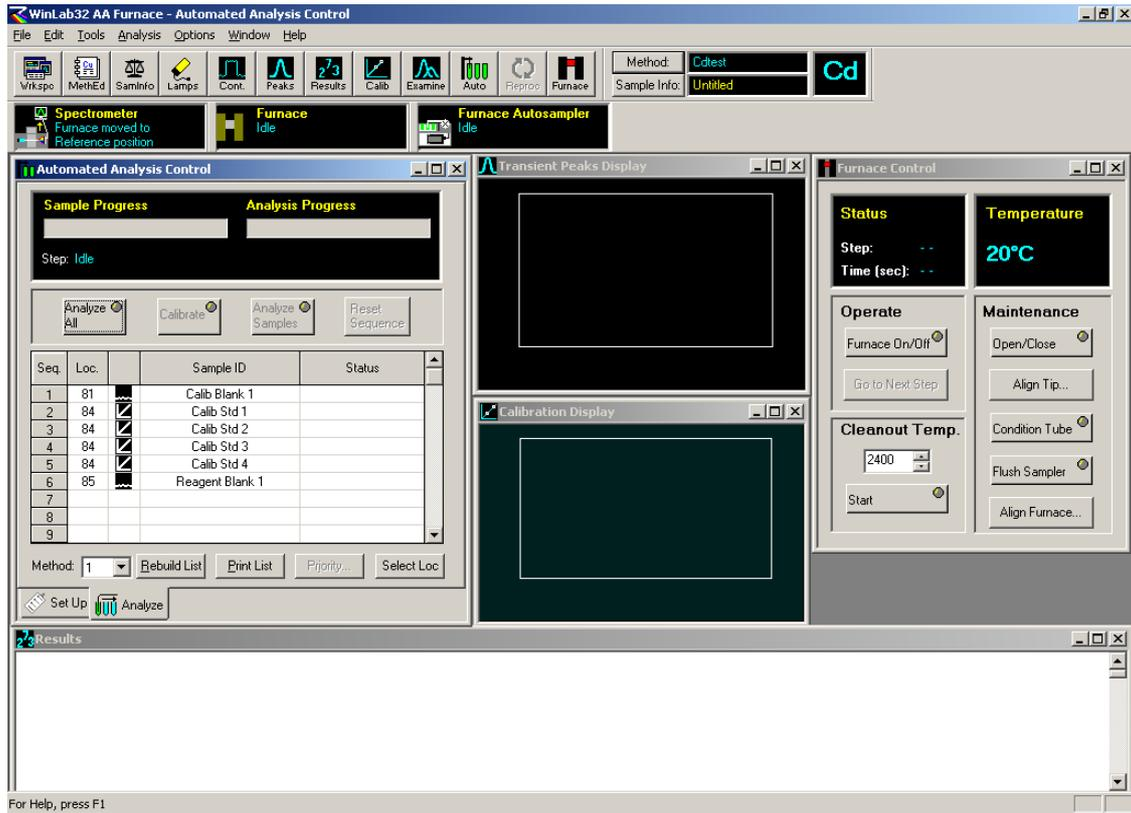

图 45. 样品测定操作画面
2.5.7 在以上所有操作步骤及分析参数设定完成后,点击自动控制窗口中的“Analysis”,进入到仪器测定界面如下图 45: